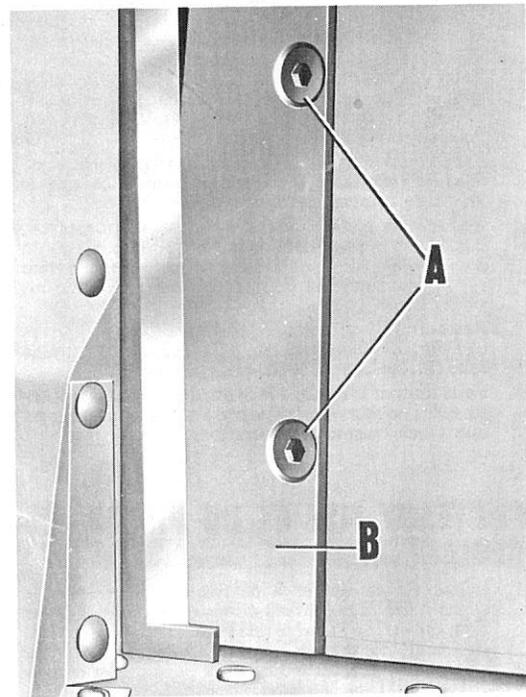

Fig. 35. Ajustement du couteau du piston.
1. Retirer les deux vis sans tête (A, Fig. 35) fixant le couteau (B, Fig. 35) sur le piston et enlever le couteau.
3. Remettre le couteau en position sur le piston, en serrant à fond les deux vis de fixation (A, Fig. 35).